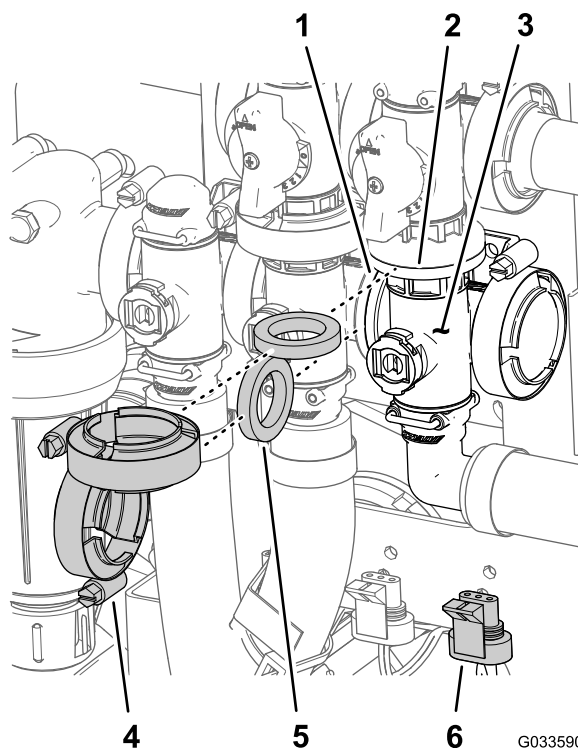

Figura 117
1. Rimuovete i morsetti flangiati e le guarnizioni che fissano il collettore della valvola principale delle barre (Figura 117) alla valvola di bypass principale della barra, alla valvola dell'agitatore e al gomito flangiato a 90° (all'estremità del flessibile del flussometro).